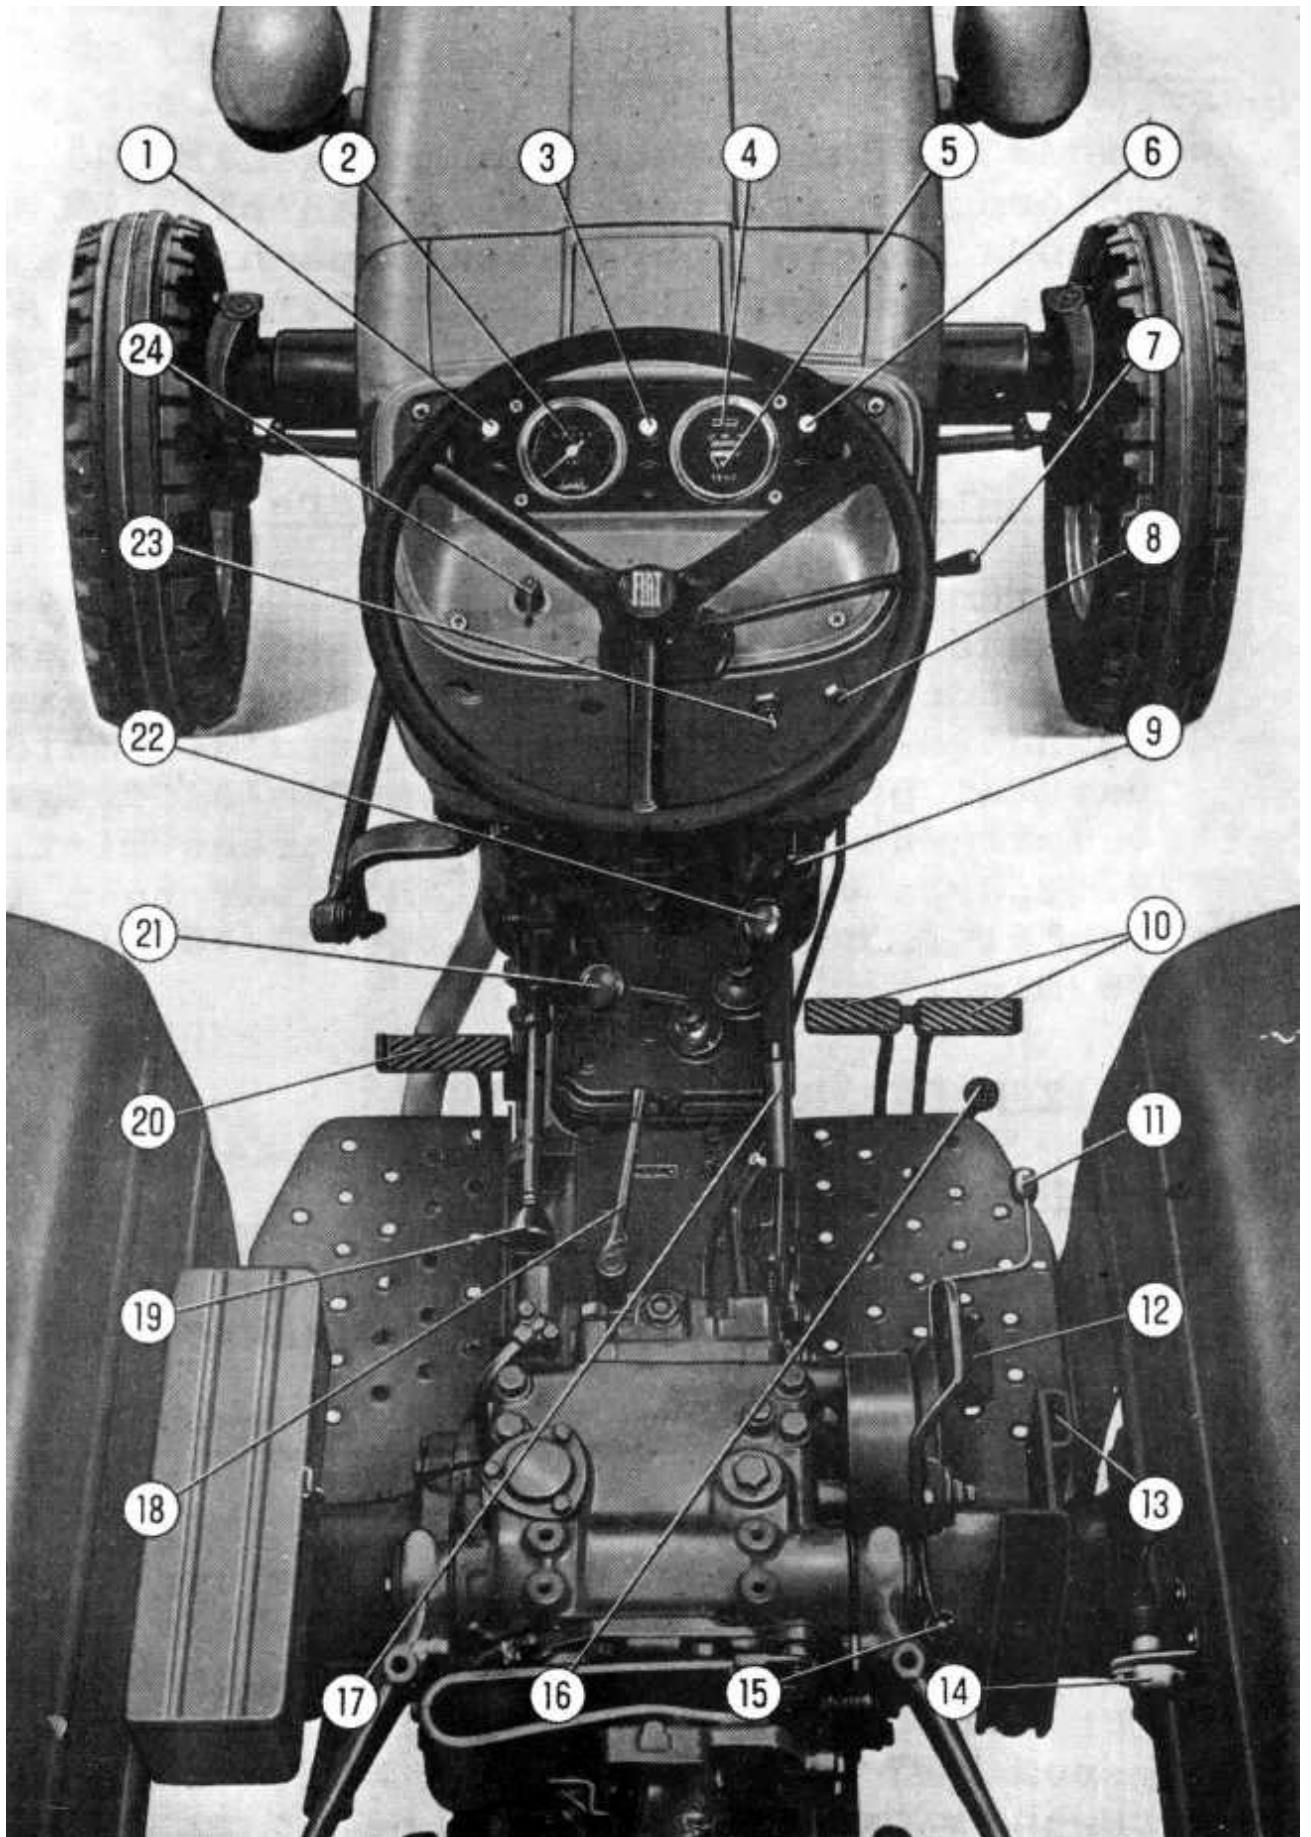
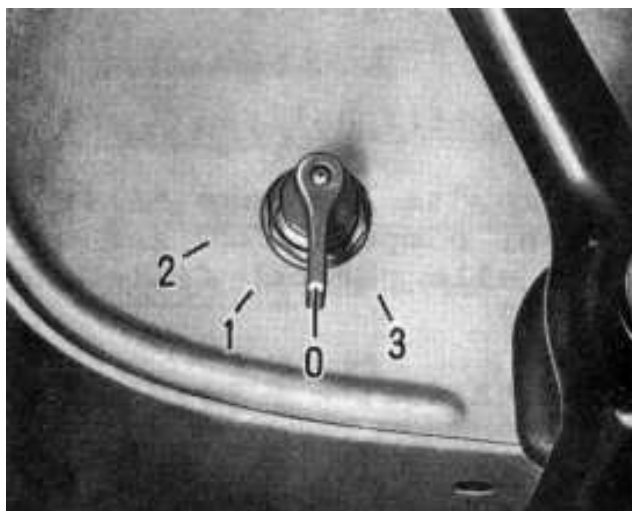

Bild 4. Mätare och manöverorgan.
Bild 6. Motorns start- och kallstartanordning.
Tabellen är uppställd i nummerföljd enligt bild 4.
24. Motorns start- och kallstartreglage, se bild 6
Vrid startanordningen till läge 3, bild 6. När motorn startar släpp startanordningen.
Tryck in motorns stoppknapp 9, bild 4 och vrid samtidigt startningsanordningen. När motorn startar släpp knappen och startanordningen.
- Koppla på kallstartanordningen genom att vrida startanordningen till läge 1 bild 6 och håll den i detta läge 15-20 sek.
- Vrid efter detta startnyckeln till läge 2, om traktor är utrustad med CAV-insprutningspump tryck då samtidigt in stoppknappen 9 bild 4. När motorn startar släpp startknappen samt på traktor utrustad med CAV-insprutningspump stoppknappen. Om traktorn inte startar efter två till tre misslyckade försök och svart rök kommer ut genom avgasröret så försök starta utan att använda kallstarten genom att vrida startknappen till läge 3 bild 6.
Drag stoppknappen 9 bild 4 fullt ut. När motorn stannat vrid strömnyckeln till läge 0, eller 5 om parkeringsljusen skall kopplas på. Denna åtgärd förhindrar urladdning av batterierna.